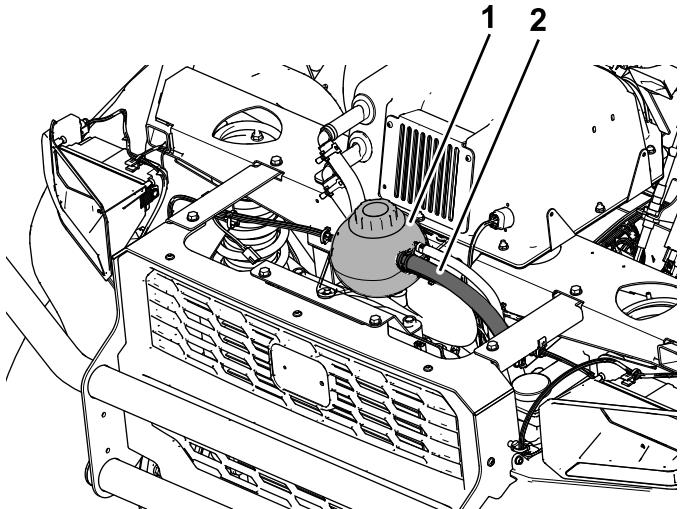

図 20
1. 既存の冷却水ホースを冷却水タンクの側面から外し(図 20)、ホースを23 cm短くする。